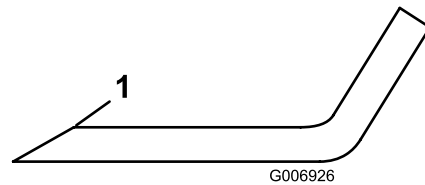

Рисунок 103
сохраняйте первоначальный угол заточки (Рисунок 103).
6. Если нож затупился или имеет зазубрины, заточите только верхнюю режущую кромку, сохраняя первоначальный угол заточки (Рисунок 103).